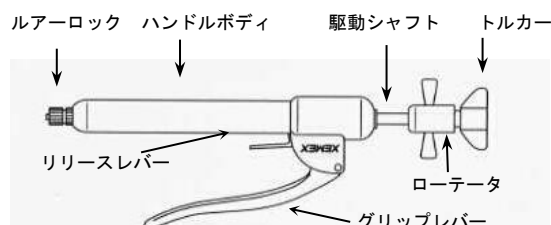

図 4: クラッシャーハンドル（別売品）
3. クラッシャーハンドル（別売品）使用による碎石方法 組み合わせる医療機器（図 4）